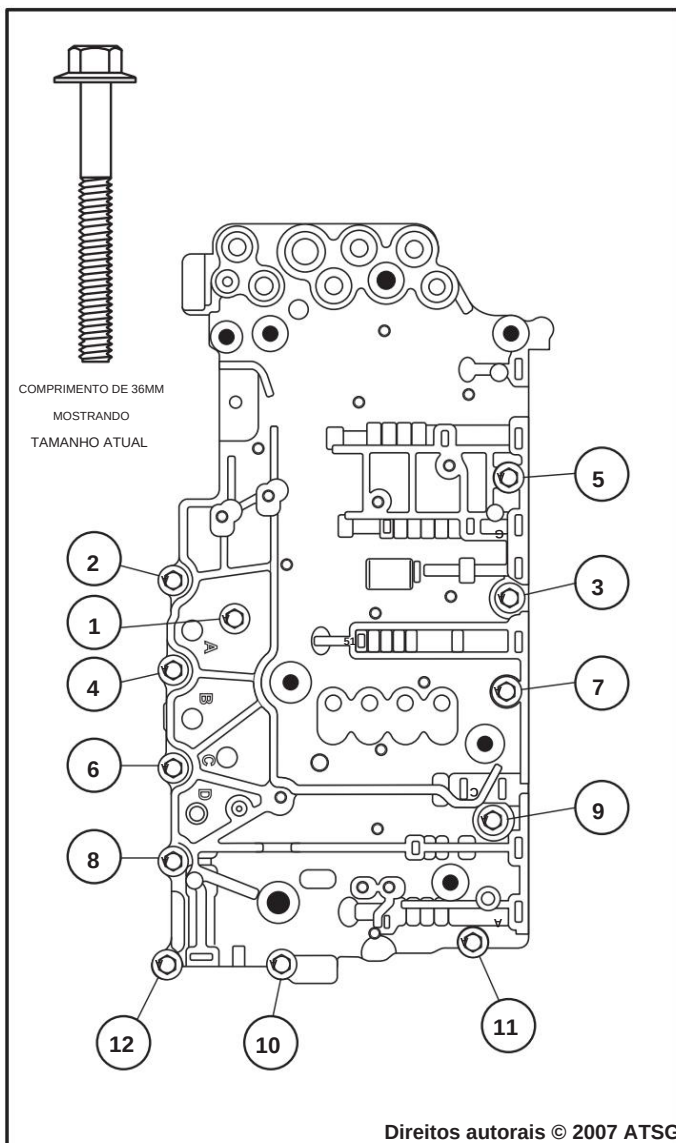

Figura 144
22. Vire o conjunto completo e instale 12 parafusos do corpo da válvula, com 36 mm de comprimento, nos locais mostrados na Figura 144.
23. Aperte os 12 parafusos superiores do corpo da válvula para os parafusos inferiores do corpo da válvula com 8 N·m (71 pol.lb.), utilizando a sequência mostrada na Figura 144.